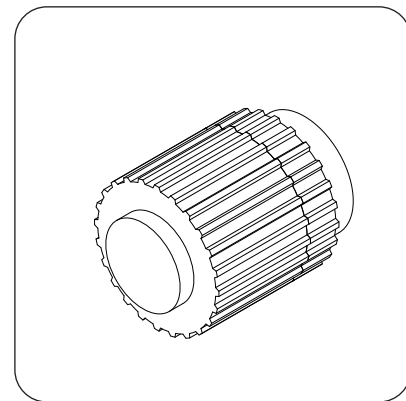
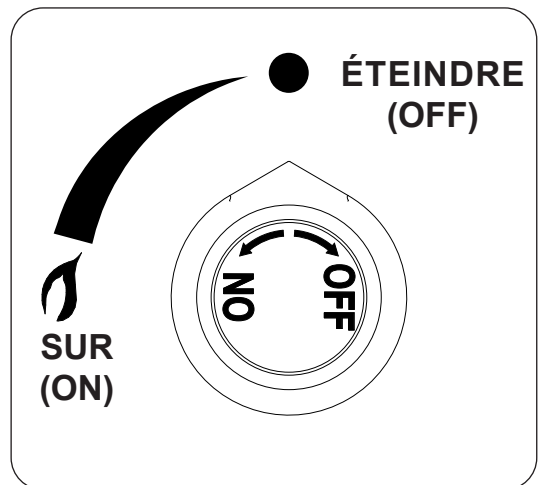

Fig. 42-1 Détail du bouton d'allumage
Fig. 42-2 Détail du bouton de commande
- 2. Localisez le panneau de commande sur le côté de l'appareil (consultez la LISTE DES PIÈCES D'IDENTIFICATION si nécessaire), et identifiez le bouton d'allumage (Fig. 42-1) et le bouton de commande du gaz (Fig. 42-2). Assurez-vous que le bouton de commande du gaz est en position OFF (éteindre) avant de commencer la séquence d'allumage.
Pour éteindre votre brûleur à gaz, tournez le bouton de commande du gaz dans le sens des aiguilles d'une montre jusqu'à la position **OFF (éteindre)** (voir Fig. 42-2). Assurez-vous que le bouton de commande est complètement éteint pour éviter toute fuite de gaz.